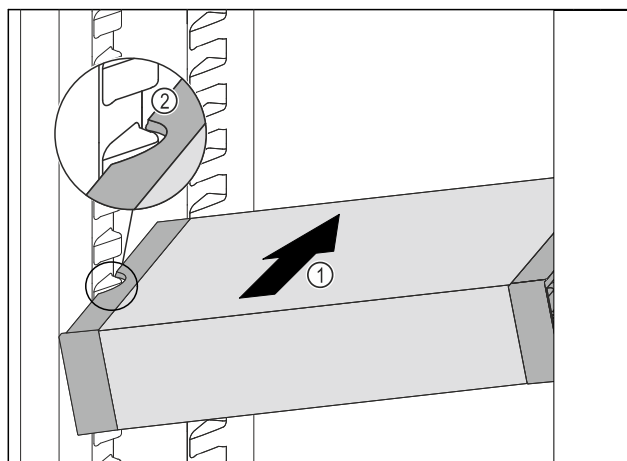

Fig. 78
- ▶ VarioSafe gurajte koso u hladnjak Fig. 78 (1) sve dok se bočni otvori Fig. 78 (2) VarioSafe ladice ne nađu na visini žlijeba spremnika u hladnjaku.